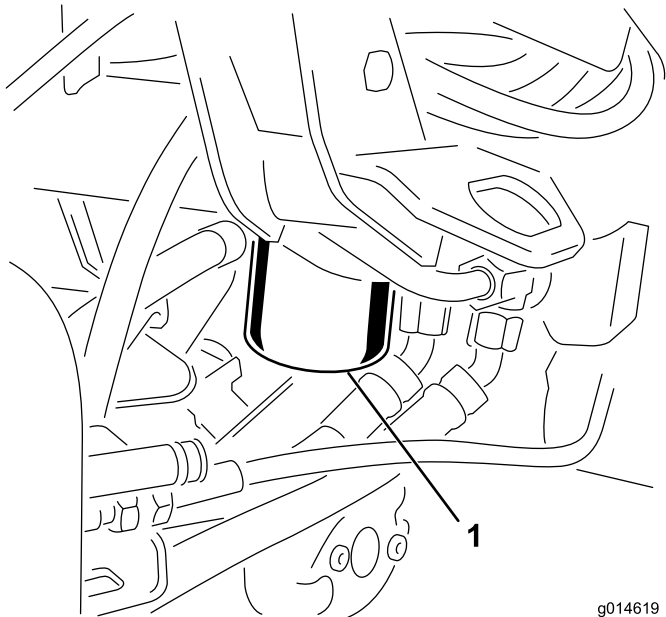

Figura 51
1. Curăai suprafaa din jurul zonei de montare a filtrului (Figura 51). Aezai o tavă de golire sub filtru i îndepărtați filtrul.